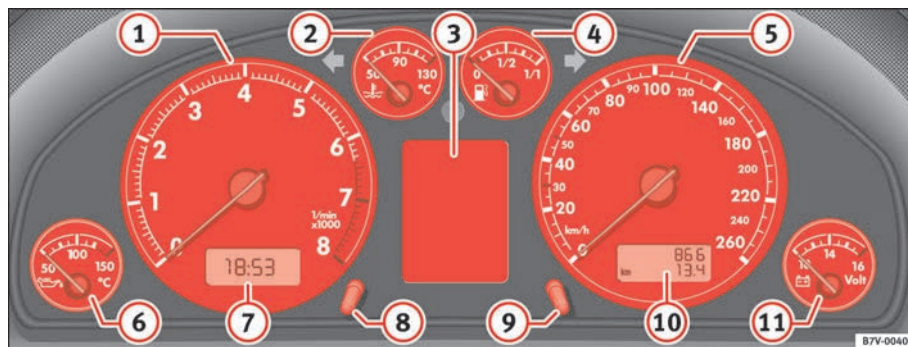

Fig. 44 Detalle del tablero de instrumentos: cuadro de instrumentos
Si, por ejemplo, la aguja se posiciona exactamente sobre el 2, esto corresponde a un régimen de 2.000 rpm ⇒ página 68, fig. 44 ①.
- Gire brevemente el botón de ajuste $\Rightarrow$ página 68, fig. 44 ⑧ en el sentido contrario al de las agujas del reloj para adelantar el reloj una hora o
El contador superior del cuentakilómetros $\Rightarrow$ página 68, fig. 44 ⑩ registra el trayecto total.
El contador inferior registra los recorridos cortos. La última cifra indica recorridos de 100 en 100 m. El contador para recorridos cortos se pone a cero presionando el botón de puesta a cero $\Rightarrow$ página 68, fig. 44 ⑨. ■
El voltímetro ⇒ página 68, fig. 44 **(11)** indica la tensión de la red eléctrica de a bordo. El valor normal oscila entre 12 y 15 voltios. Si, con el motor en marcha, el valor es inferior a 12 voltios, acuda a un taller especializado para que comprueben la alimentación de corriente (batería y alternador).
La indicación del servicio aparece bien en el cuentakilómetros ⇒ página 68, fig. 44 **(10)**, o bien en la pantalla⁷⁾ del cuadro de instrumentos ⇒ página 68, fig. 44 **(3)**.